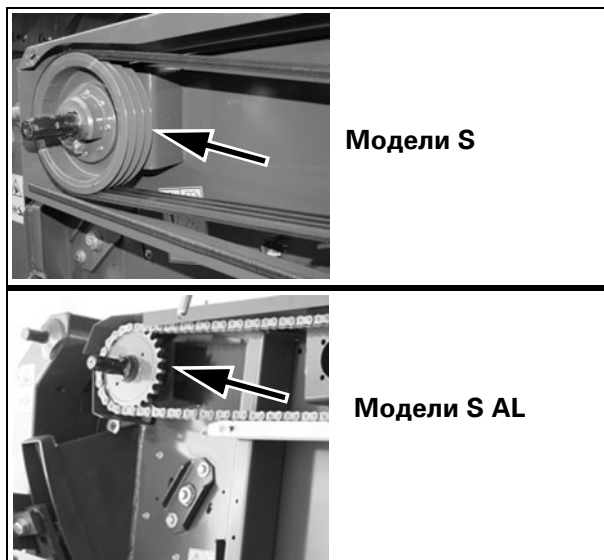

Рис. 14
8. ПЕРЕДНИЙ ВАЛ ГЛАВНОГО ЭЛЕВАТОРА СОЛОМЫ (левая сторона) - Рис. 14